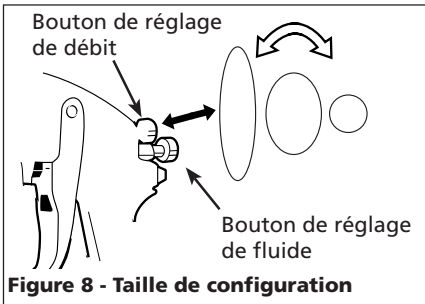

Figure 8 - Taille de configuration
2. Choisir la taille de configuration pour la forme désirée. Pour un plein débit, ouvrir le bouton de réglage de débit en tournant au sens contraire des aiguilles d'une montre. Pour un débit rond, tourner le bouton de réglage de débit au sens des aiguilles d'une montre (Voir Figure 8).
3. Tourner le bouton de réglage de fluide complètement au sens des aiguilles d'une montre jusqu'à ce qu'il soit fermé (Voir Figure 8).
2. Ajuster la taille de débit à la forme désirée. Pour un plein débit, tourner le bouton de réglage de débit au sens contraire des aiguilles d'une montre. Pour une configuration ronde, tourner le bouton de réglage de débit au sens des aiguilles d'une montre (Voir Figure 8).